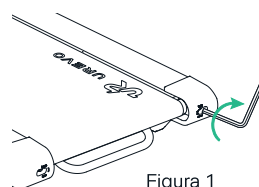

Figura 1
- Se il nastro per camminare si è spostato verso sinistra, utilizzare la chiave esagonale per ruotare la vite del rullo tenditore destro di $1/4$ di giro (vedi figura 1).